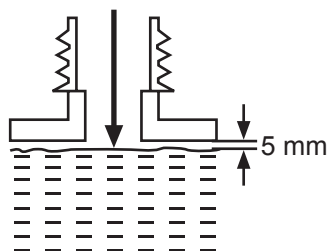

Fig. 11
- > Utilisez exclusivement le mélange huile/essence prévu. Évitez de trop remplir le réservoir. Laissez un espace d'au moins 4 mm entre la surface du carburant et la paroi supérieure du réservoir [6], afin que le carburant puisse s'étendre (fig. 11).